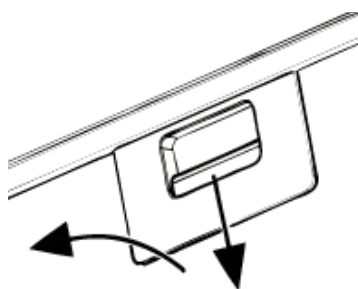

Abb.8
8.6 Um den Aluminiumfilter zu entfernen (Abb. 8), drücken Sie auf den Federverschluss und ziehen Sie ihn zu sich hin und nach unten, um den Filter aus der Platte zu entfernen. Installieren Sie den Filter in umgekehrter Reihenfolge.